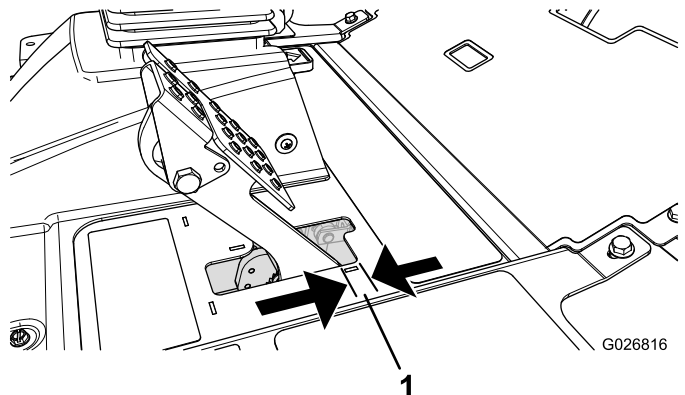

Bild 65
Stellen Sie die Bremsen ein, wenn das Bremspedal mehr als 2,5 cm Spiel hat, oder wenn die Bremsen nicht mehr gut genug greifen (Bild 65). Als Spiel gilt die Entfernung, die das Bremspedal zurücklegt, bevor ein Bremswiderstand spürbar ist.
2. Ziehen Sie die hintere Mutter an, um den Zug nach hinten zu bewegen, bis das Bremspedal ein Spiel zwischen 6,3 mm bis 1,27 cm aufweist, bevor die Räder blockieren (Bild 65).